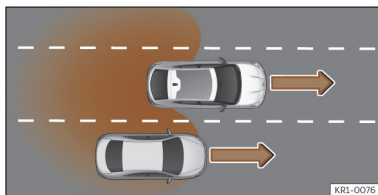

Fig. 133 Ultrapassagem na faixa de rodagem central e incorporação posterior na faixa de rodagem direita.
- Quando se ultrapassa outro veículo >>> **Fig. 133** com uma diferença de velocidade de aprox. 10 km/h (6 mph). Se a ultrapassagem é consideravelmente mais rápida, não se mostra qualquer indicação.